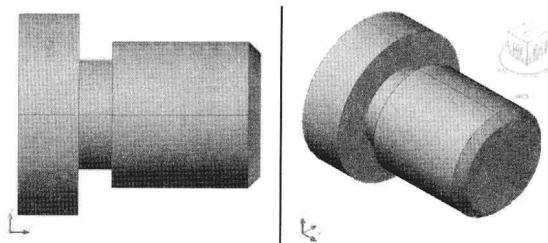

图 9-2-5
(7) 在界面顶部快速访问工具栏中单击“放弃”按钮 Undo ，取消圆角效果。
(8) 在“修改”面板中单击“倒角”按钮 Chamfer ，命令行提示“(修剪模式) 当前倒角距离 1 = 0.0000，距离 2 = 0.0000 选择第一条直线或 [放弃(U)/ 多段线(P)/ 距离(D)/ 角度(A)/ 修剪(T)/ 方式(E)/ 多个(M)]”，单击实体一端面圆周线。
(9) 命令行提示“输入曲面选择选项 [下一个(N)/当前(OK)] <当前(OK)>”，按 Enter 键。命令行提示“指定基面的倒角距离”，输入“5”，按 Enter 键。命令行提示“指定其他曲面的倒角距离 <5.0000>”，按 Enter 键。
(10) 命令行提示“选择边或 [环(L)]”，单击端面周线，按 Enter 键，倒角效果如图 9-2-5 所示。